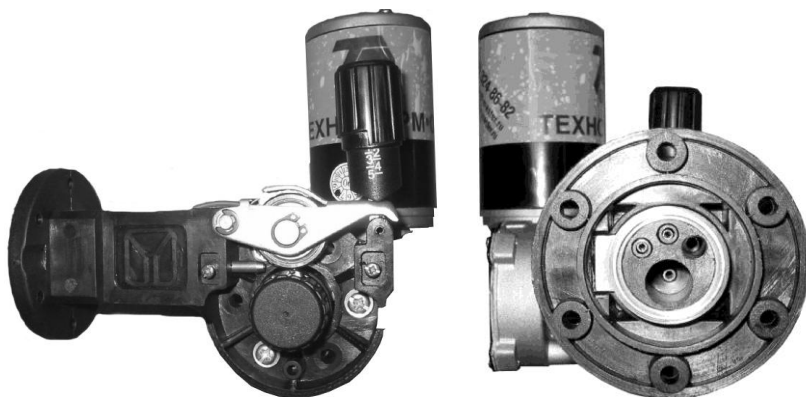

Рисунок 2 – Механизм подачи
5.5 Механизм подачи источника состоит (рисунок 2) из мотор-редуктора , ведущего ролика с двумя канавками для сварочной проволоки, прижимного ролика, винта регулировки усилия прижима, направляющей пружины и ряда вспомогательных элементов.
7.4 Вставьте сварочную проволоку через направляющую пружину между роликами в приемное отверстие разъема подключения сварочной горелки (см. рисунок 2), прижмите проволоку в канавку ведущего ролика, зафиксируйте ее прижимным роликом. Винтом установите усилие прижима, достаточное для подачи проволоки.